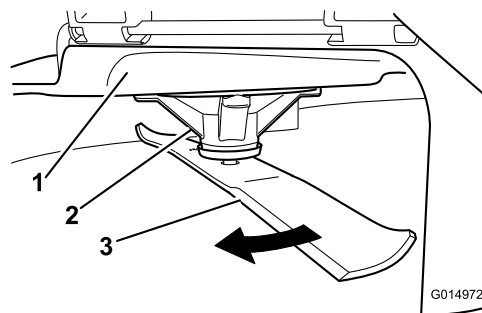

Figura 51
2. Llevando guantes fuertemente acolchados u otro tipo de protección apropiada para las manos, gire la cuchilla lentamente hasta una posición que permita medir la distancia entre el filo de corte y la superficie nivelada en la que descansa la máquina (Figura 51).